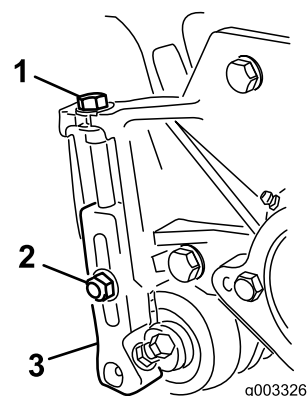

Figura 17
1. Afloje las contratueras que fijan los soportes de altura de corte a las chapas laterales de la unidad de corte (Figura 17).